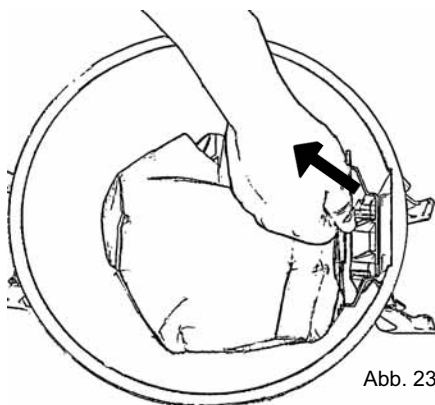

Abb. 23
6. Drehen Sie die Kartonverstärkung nach rechts oder links, so dass die Aussparungen am Karton mit den Nippeln am Stutzen übereinstimmen. Danach den Beutel vom Stutzen ziehen, Abb. 23.